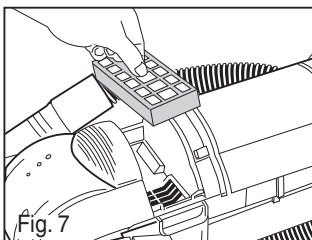

Fig. 7
- 1) Baje la agarradera al piso y quite el filtro HEPA (Fig. 7).